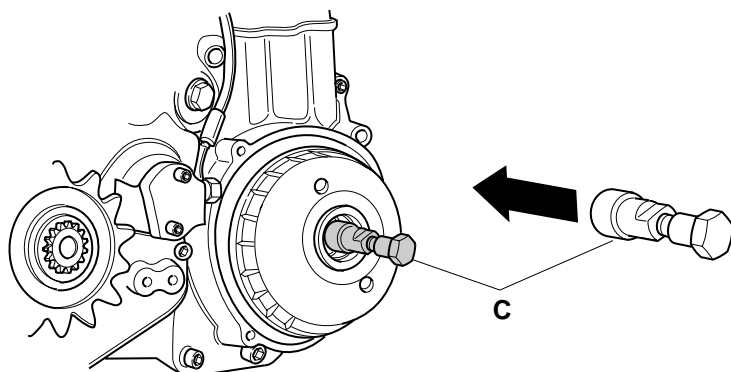

Fig. 12
3. Applicare l'estrattore (Rif.C - Fig.12) al centro del volano e allentare quest'ultimo.
3. Apply the extractor (Ref.C - Fig.12) into the center of the flywheel and unscrew the fly-wheel.
3. Den Abzieher (Bez.C - Abb.12) in Schwungradmitte anbringen und das Schwungrad abziehen.
3. Mettez en place l'extracteur (Rèf.C - Fig.12) au centre du volant, et détachez celui-ci.